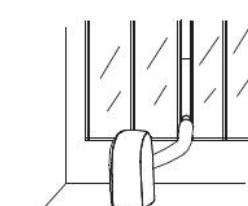

Abb. 11
12. Die Montage der gesamten Einheit ist abgeschlossen, wie in der Abb. 11 dargestellt.